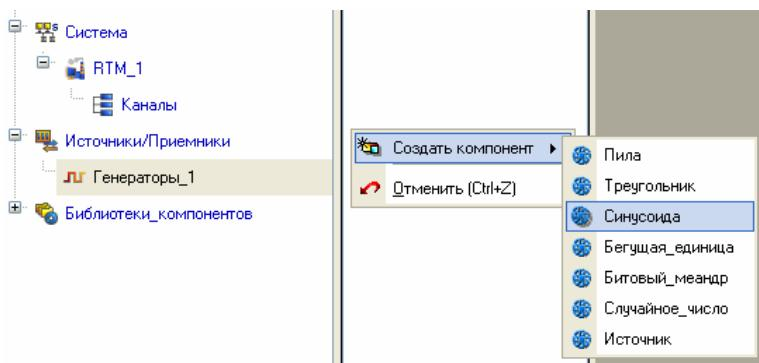

Рис. 3.17
- подвійним натисненням ЛК відкрити групу **Генераторы_1** і через ПК створити в ній компонент, наприклад, **Синусоїда** (рис.3.17);